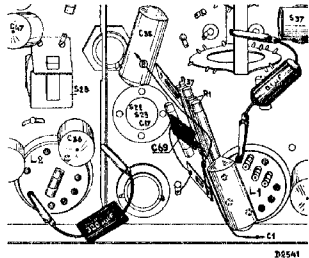

Fig. 5
10. Derde kring verstemmen met een condensator van 320 μF tusschen de anode van L2 en chassis (fig. 5); C35 en C37 kortsluiten.
- Rooster 1 van L1 aarden met condensator van $0,1 \mu\text{F}$ (fig. 5) en service oscillator afstemmen op 546 Kc ($549,5 \text{ m}$).
- Eerste rooster van L1 aarden met condensator van $0,1 \mu F$ (zie fig. 5).